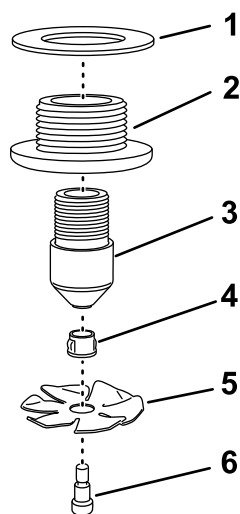

Figura 20
1. Monte la hélice de enjuague y el casquillo sobre el perno de cuello largo (Figura 20).
- Monte la hélice de enjuague, el casquillo y el perno de cuello largo en la boquilla de enjuague (Figura 20).
- Instale el conjunto de boquilla de enjuague en el pasamuros y apriete a mano (Figura 20).
- Coloque la junta sobre el pasamuros (Figura 20).